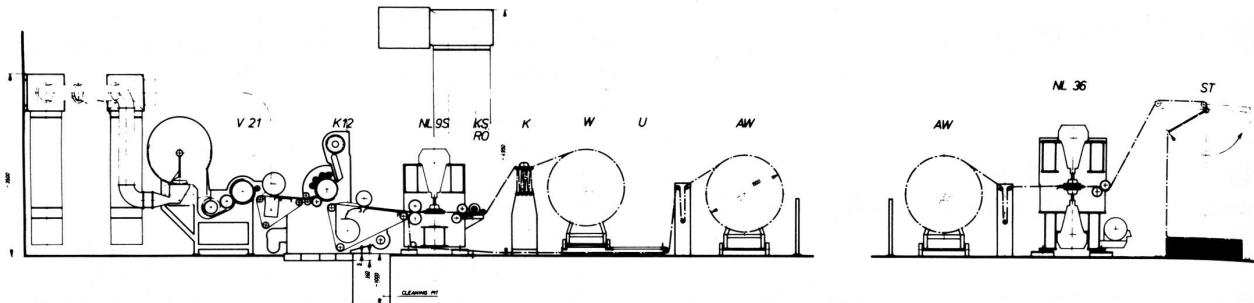

Abb. 3
- Vliese für genadelte Decken (Abb. 3 zeigt eine Non-woven-Anlage zur Herstellung von genadelten Dekken)